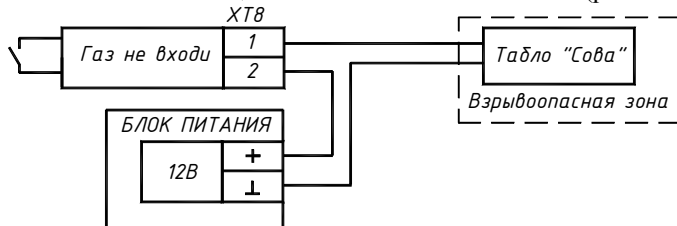

Рис.2.10 Схема подключения табло перед входом в помещение.
3) Тревожное световое и звуковое оповещение перед входом в защищаемое помещение и выходом из него осуществляется при помощи звуковых и световых оповещателей (табло), с необходимой надписью или пиктограммой. Выходы управления оповещателями типа «сухой контакт» позволяют применить подавляющее большинство оповещателей. Во взрывоопасных зонах рекомендуется устанавливать оповещатели типа «СОВА» и «ЗОВ» (рис.2.10, 2.11).
Световое табло к выходу ХТ9 «Автоматика отключена» подключается аналогично рис.2.10